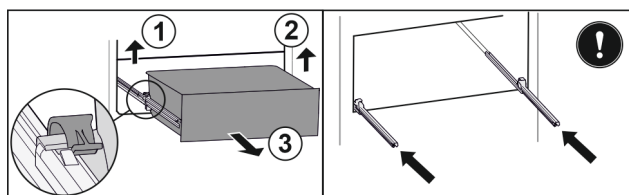

Fig. 131
- ▶ Dvignite levo spojko in hkrati povlecite predal levo naprej. Fig. 131 (1)
- ▶ Dvignite desno spojko in hkrati povlecite predal desno naprej. Fig. 131 (2)
- ▶ Predal vzemite ven v smeri naprej. Fig. 131 (3)